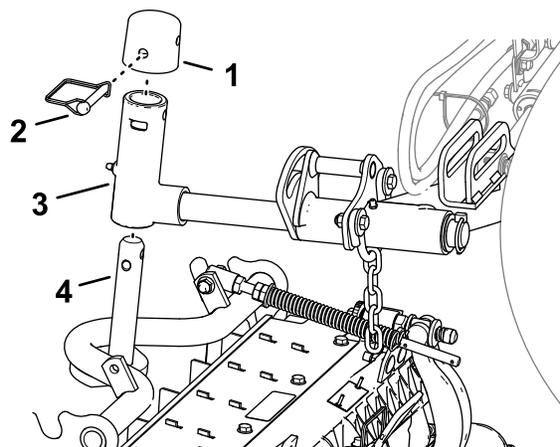

Figura 23
1. Infilate un apparato di taglio sotto il braccio di sollevamento (Figura 23).